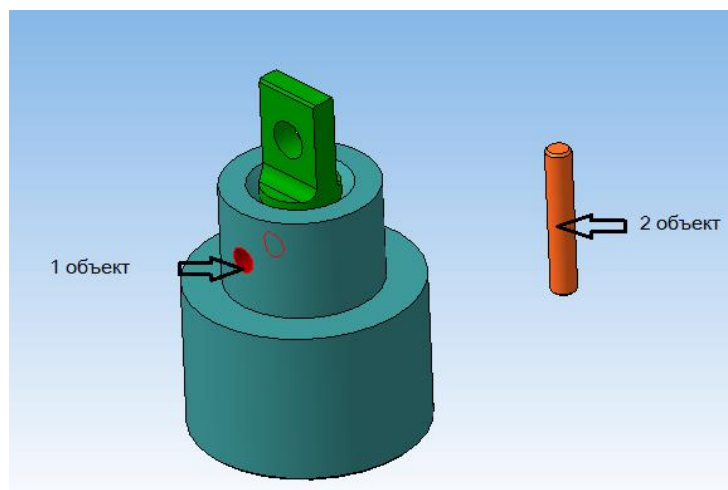

Рисунок 62.
17. В качестве первого объекта сопряжения укажите внутреннюю поверхность малого отверстия корпуса, второго объекта - штифт (рисунок 62).